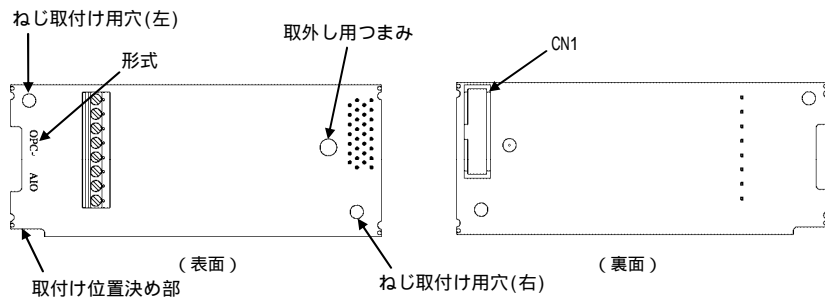

図 1.1 各部名称
- (1) インタフェースカード、ねじ(M3×8:2本)、取扱説明書(本書)が入っていることを確認してください。
- (2) インタフェースカード上の部品の異常、凹み、反りなど輸送時での破損がないことを確認してください。
- (3) インタフェースカード上に形式「OPC-A10」が印刷されていることを確認してください。(図 1.1 参照)
(2) インタフェースカードの裏面（図 1.1）の CN1 を、インバータ本体の制御プリント基板の接続ポートへ差し込み、付属ねじで固定してください。（図 1.3）
**注意** インタフェースカードの取付け位置決め部（図 1.1）がツメ（図 1.2 の ）にセットされ、CN1（図 1.2 の ）が確実に差し込まれていることを確認してください。図 1.3 は取付け完了を示します。
(3) インタフェースカードの配線を行います。